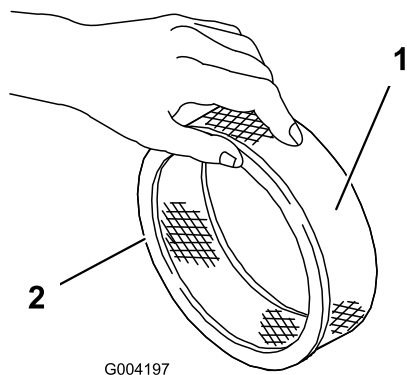

Figura 42
5. Verificai dacă există rupturi, pelicule uleioase sau deteriorări ale garniturii din cauciuc a filtrului (Figura 42).
1. Glisai cu grijă prefiltrul din spumă pe filtrul din hârtie (Figura 42).